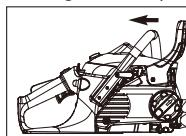

Bild. 3A
- Versichern Sie sich, dass der KETTENBRÄMSEN-Hebel in die AUSGEKUPPEL T-Position zurückgezogen ist. (Bild 3A)
- Lockern Sie den Knauf (C) leicht durch Drehen des Knaufes entgegen der Uhrzeigerrichtung. Drehen Sie dann den Kettenspannungs-Ring (B) entgegen dem